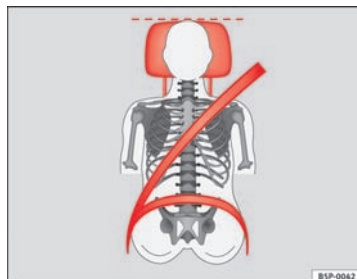
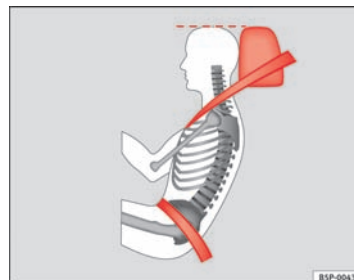

Fig. 69 Set forfra: korrekt indstillet hovedstøtte og korrekt placering af selen
Fig. 70 Set fra siden: korrekt indstillet hovedstøtte og korrekt placering af selen
- Indstil hovedstøtterne, således at hovedstøttens øverste kant er på højde med den øverste del af dit hoved, dog mindst i øjenhøjde ⇒ Fig. 69 og ⇒ Fig. 70.